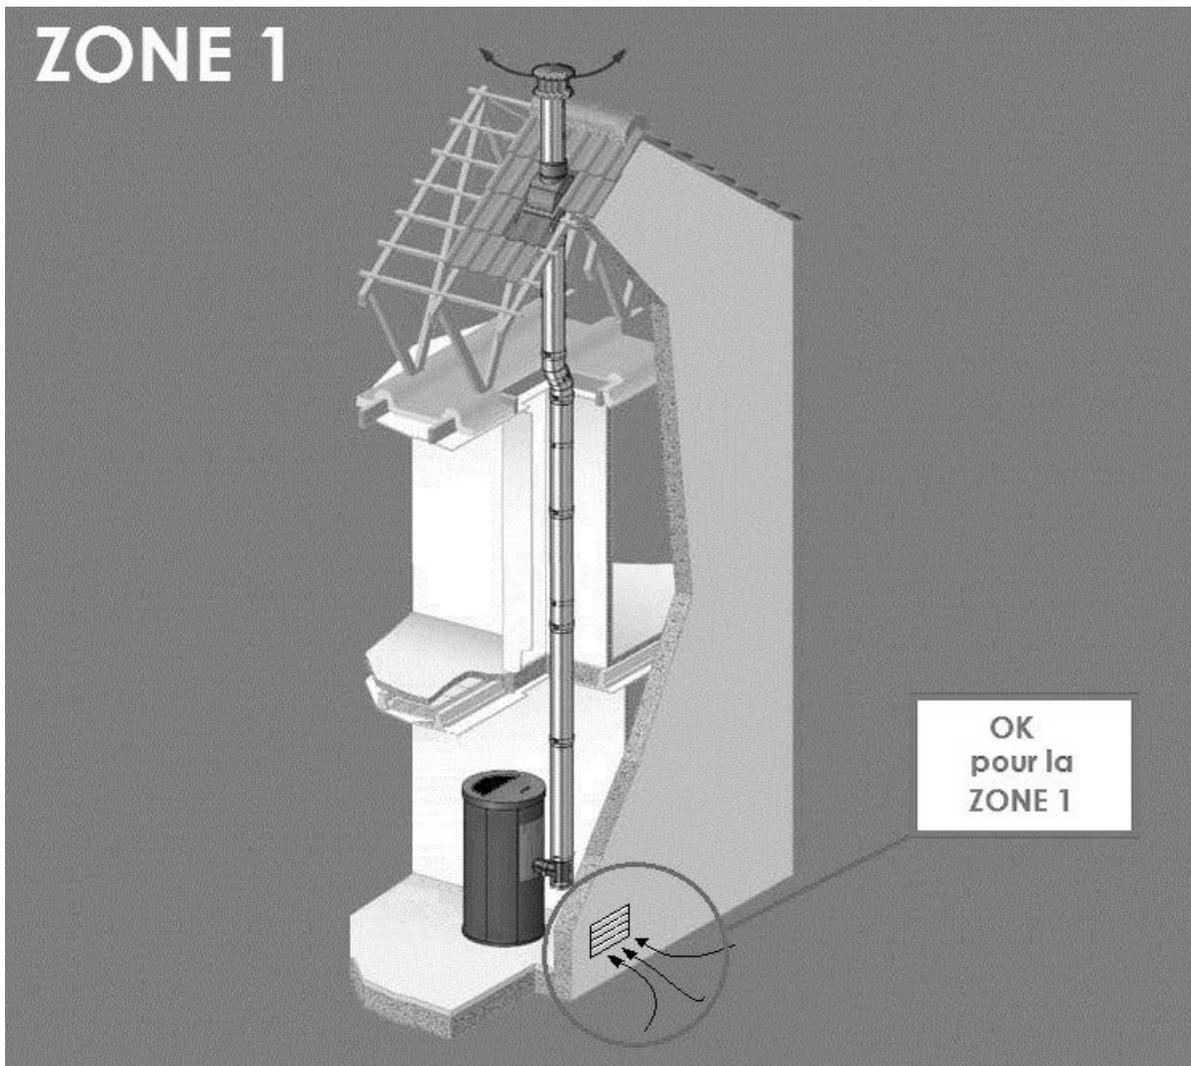

Fig. 10 - Installation possible pour tous les poêles (ZONE 1)
- L'afflux d'air entre l'extérieur et la pièce peut se produire directement, à travers une ouverture dans les murs extérieurs de la pièce (solution conseillée voir **Fig. 10**)